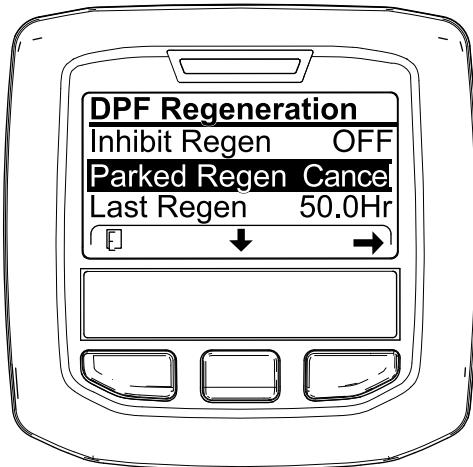

Figura 58
1. Acceda al menú DPF Regeneration (Regeneración de DPF) (Figura 58).
- Pulse el botón central para desplazarse hacia abajo, hasta la opción PARKED REGEN CANCEL (Cancelación de regeneración con máquina aparcada) (Figura 58) o la opción RECOVERY REGEN CANCEL (Cancelación de regeneración de recuperación) (Figura 59).
- Pulse el botón derecho para seleccionar la opción Regen Cancel (Cancelación de regeneración) (Figura 58 o Figura 59).